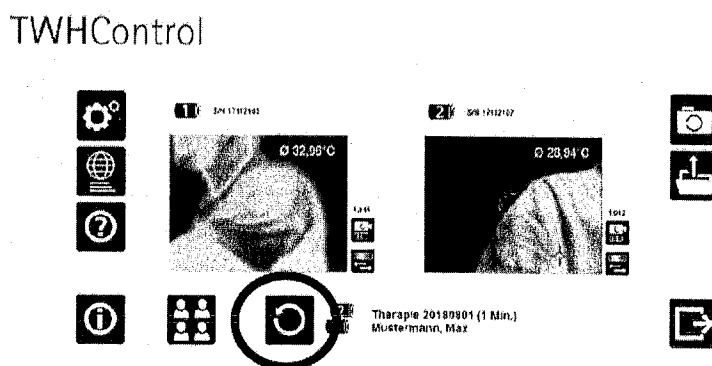

Рис. 48. Вызов завершенной процедуры лечения в стартовом окне
- Воспроизведение можно вызвать **в стартовом окне** при условии, что требуемая процедура соответствует последней отображаемой процедуре лечения (см. рис. 48).